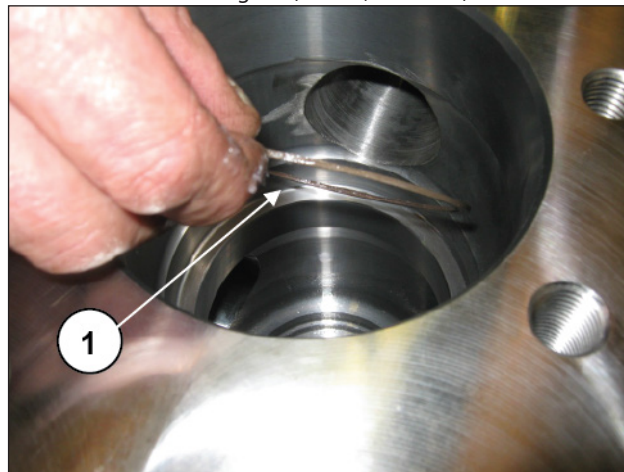

Abb. 179
Setzen Sie den Stützring ein (Pos. ①, Abb. 179).